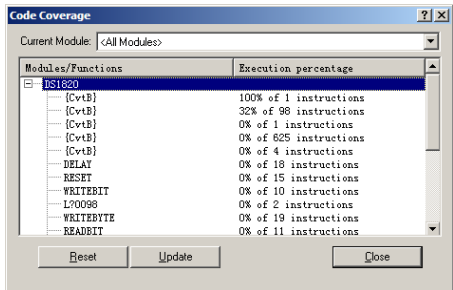

图 22-4 代码覆盖分析器窗口
- (1) 选择“Debug”→“Start/Stop Debug Session”命令，进入程序仿真调试环境。
- (2) 选择“View”→“Code Coverage Window”命令，打开代码覆盖分析器窗口，如图 22-4 所示。其中列出了主要代码的执行情况。